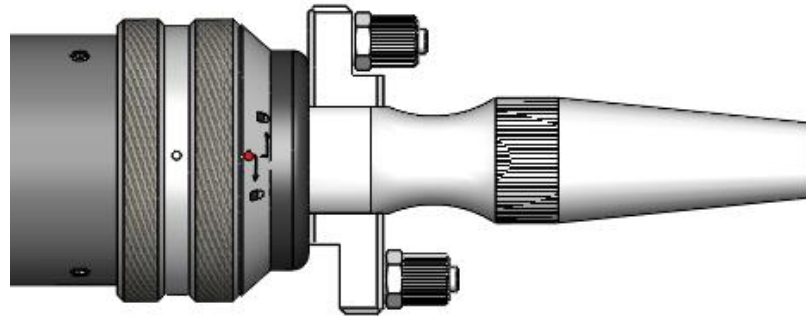

图3.6
- ⑤ 顺时针方向旋至极限位置（可以感觉到“噠”的一声），向上提起旋转螺母，再次顺时针旋转螺母直至压紧光纤头，将QBH连接器拧至锁紧状态（注意转到位即可，不要大力拧动，否则可能会损坏QBH内部结构）如下图3.6所示。